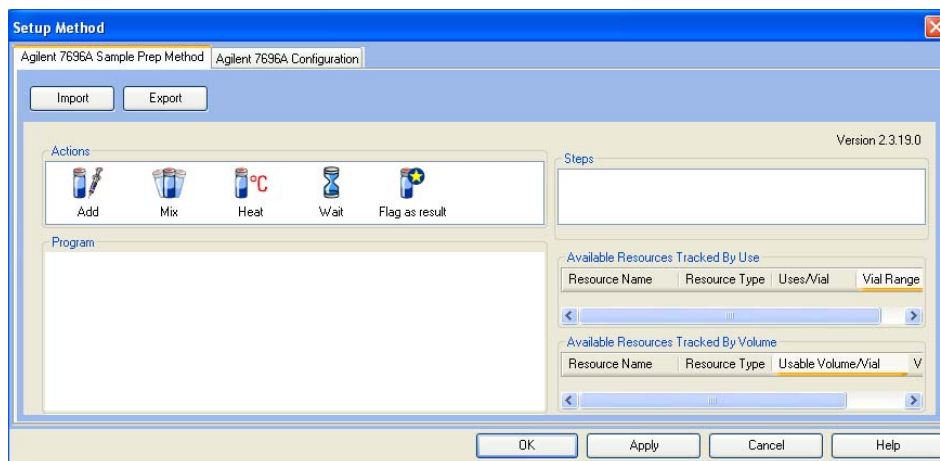

Figura 4 Setup Method
- 3 Vaya a **Method > Edit Agilent 7696A Parameters...** para crear un método de preparación de muestras en el cuadro de diálogo Setup Method (Figura 4).